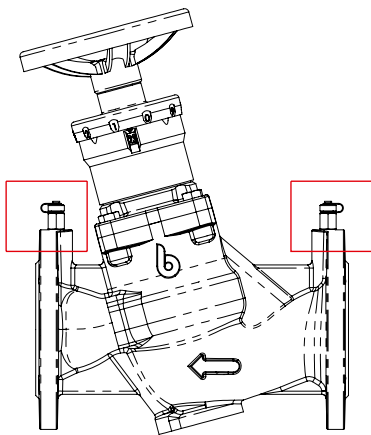

FIG. 2A
- Le prese di pressione sono auto-sigillanti. Svitare il cappuccio della presa di pressione e inserire la sonda (fig. 2A). Avvitare la ghiera filettata della sonda all'estremità della presa di pressione (fig. 2B).
- Si raccomanda di inserire una valvola di intercettazione (S) a monte della sonda.
- Pressure test plugs are self-sealing. Unscrew pressure test plug cap and insert the probe. (fig. 2A). Screw the probe ring nut to the pressure tet plug (fig. 2B).
- Les prises de pression sont auto-obturantes. Dévisser le capuchon de la prise de pression et introduire la sonde (fig. 2A). Visser la bague filetée de la sonde à l'extrémité de la prise de pression (fig. 2B).
- Il est conseillé d'insérer une vanne d'arrêt (S) en amont de la sonde.